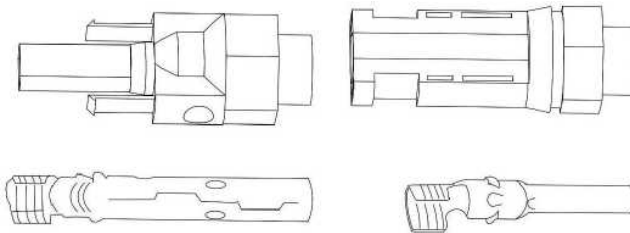

Рис. 2.11 З'єднувач для під'єднання фотоелектричного модуля: ліворуч — роз'єм DC+, праворуч — роз'єм DC-
3. Складіть з'єднувач для під'єднання фотоелектричного модуля в нижній частині інвертора, як зображено на рис. 2.11.